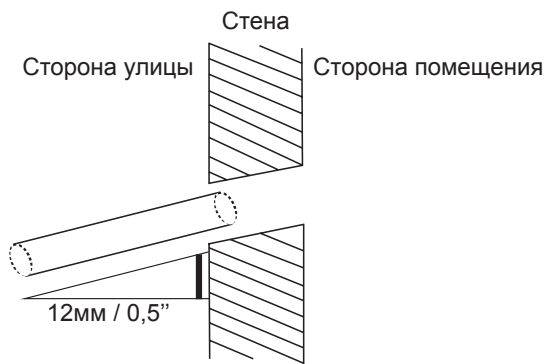

Рис. 6.4
ПРИМЕЧАНИЕ: При объединении дренажных труб нескольких блоков подключайте их, как показано на рис. 6.4.
3. С помощью трубчатого сверла просверлите в стене отверстие диаметром 65 мм. Отверстие следует просверлить с небольшим наклоном вниз, чтобы наружный край отверстия был ниже внутреннего края приблизительно на 12 мм. Это обеспечит правильный сток воды (см. рис. 6.4). Поместите в отверстие защитную манжету. Это защитит края отверстия и поможет герметизировать его после завершения монтажа.